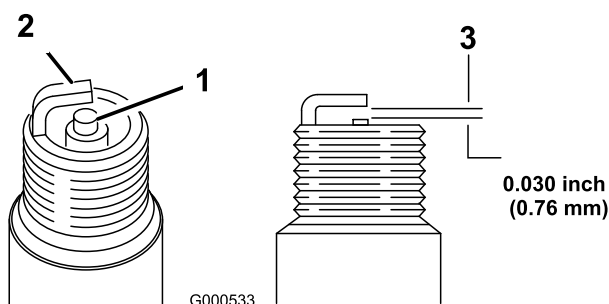

Figura 21
5. Defina folga na vela para 0,76 mm (Figura 21).